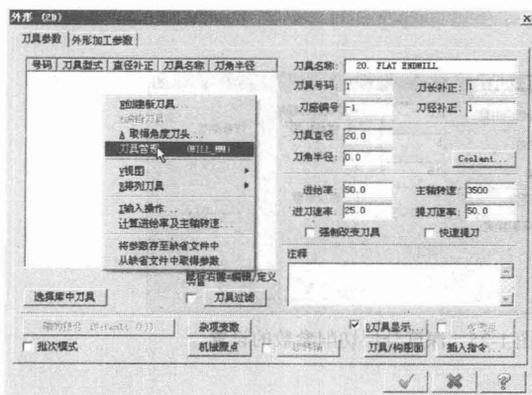

图 1-19 【外形 (2D)】对话框
(1) 系统打开【外形 (2D)】对话框，在【刀具参数】选项卡的空白处单击鼠标右键，在弹出的快捷菜单中选择【刀具管理】命令，如图 1-19 所示。